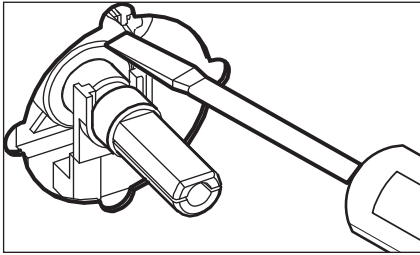

Figure 13
A) Brûleurs de la plaque de cuisson (fig. 13)